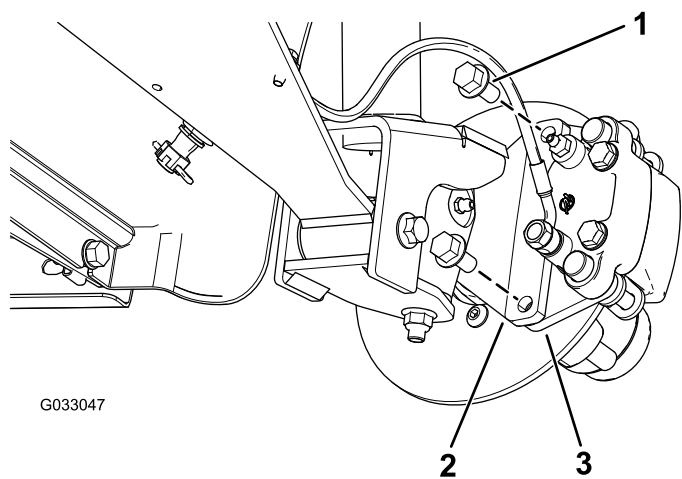
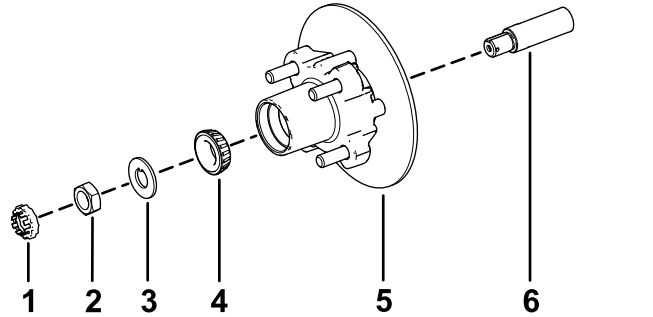

Figura 30
Figura 34
1. Aplique una ligera capa de la grasa especificada en el eje (Figura 34).
2. Monte el cubo y el rotor en el eje con el rotor hacia dentro (Figura 34).
3. Monte el cojinete exterior en el eje y acople el cojinete al anillo de rodadura exterior (Figura 34).
4. Monte la arandela con pestaña en el eje (Figura 34).
5. Enrosque la tuerca en el eje y apriétela a 15 N·m (11 pulgadas-libra), mientras gira el cubo para acoplar el cojinete (Figura 34).
2. Alinee las pastillas de freno en cada lado del rotor (Figura 30) y los orificios del soporte de la pinza con los orificios en el montaje del freno del eje (Figura 34).
3. Sujete el soporte de la pinza al eje (Figura 30) usando los 2 pernos con arandela prensada ($\frac{3}{8}$ " x $\frac{3}{4}$ ").